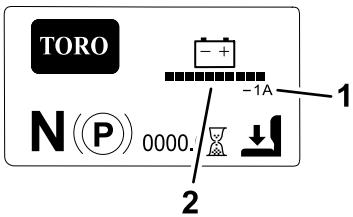

Bild 19
- **Hauptinformationsbildschirm** (Bild 19): Zeigt aktuelle Maschineninformationen an, während der Schlüssel in der Stellung EIN ist. Auf diesem Bildschirm werden Ladestand des Akkus und die Stromstärke angezeigt.